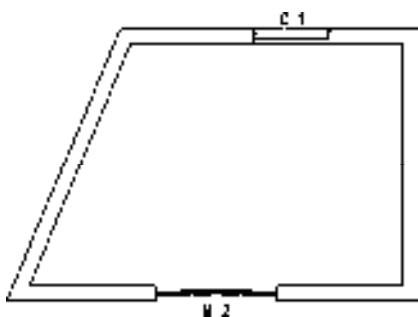

图 9-43 打开素材
1) 按〈Ctrl+O〉组合键，打开配套光盘提供的“第9章/9.1.9 角度标注.dwg”素材文件，结果如图9-43所示。